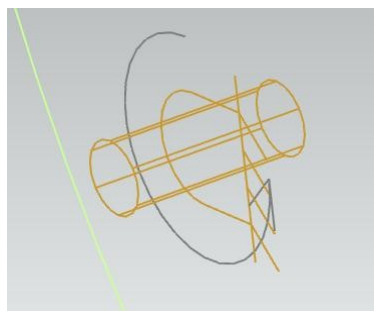

рис.56
- Условное изображение скалярного момента в рабочем поле показано на рис.56.